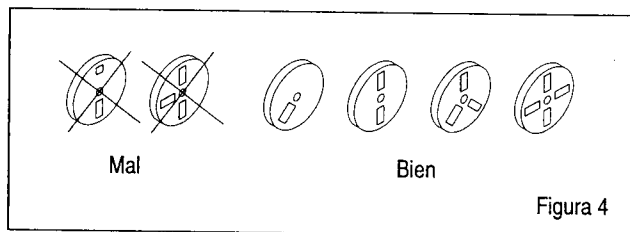

Figura 4
- use siempre cintas del mismo tamaño (ver Figura 4)
- coloque los indicadores separados uniformemente (ver Figura 4)